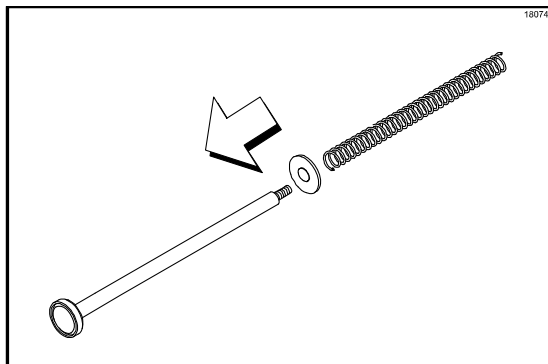

Abbildung 88
3. Unterlegscheibe und Feder an der Kolbeneinheit anbringen. (Siehe Abbildung 88.)